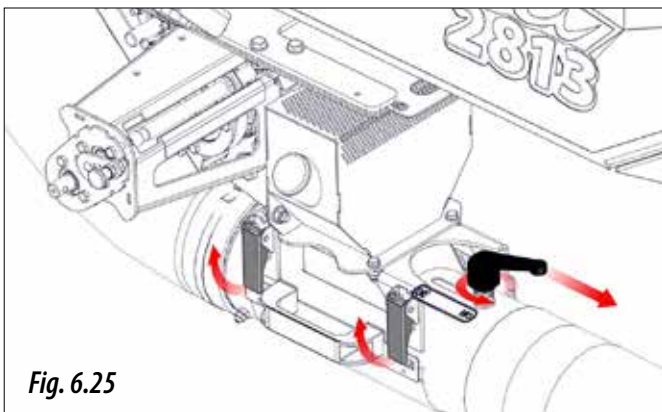

Fig. 6.25
- 2- Ouvrir le couvercle de l'injecteur venturi en actionnant les deux fermetures rapides et en déplaçant la manette d'étalement en position « NO » (figure 6.25).